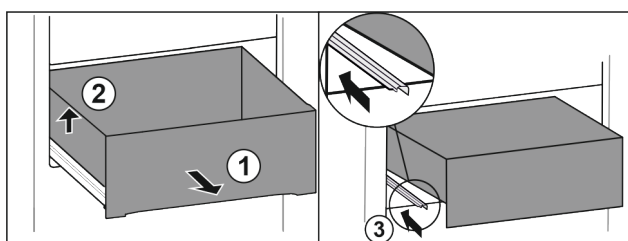

Fig. 105
- Schubfach bis zum Anschlag herausziehen. Fig. 105 (1)
- Schubfach links anheben. Fig. 105 (2)
- Linke Schiene einschieben. Fig. 105 (3)